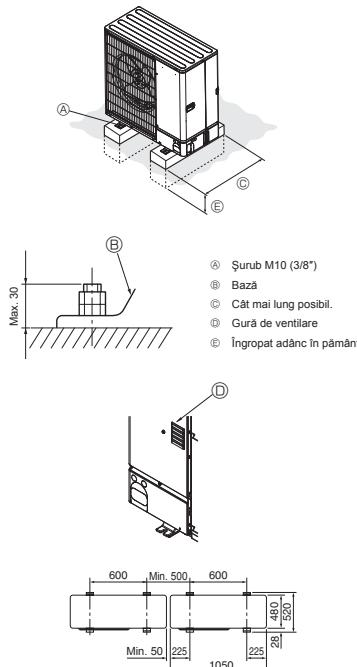

Fig. 3-1
- Trebuie să instalați unitatea pe o suprafață rezistentă, plană pentru a preveni zgromotul în timpul funcționării. (Fig. 3-1)